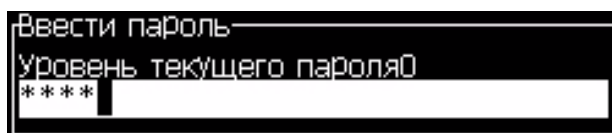

Рисунок 4-11: Диалоговое окно “*Enter Password*” (ввод пароля)
- 1 Нажмите кнопки “*Alt*” + “*w*”, и выберите опцию “*Enter Password*” (ввод пароля) из меню “*Password*” (пароль). Появится диалоговое окно “*Enter Password*” (ввод пароля) (смотрите Рисунок 4-11).